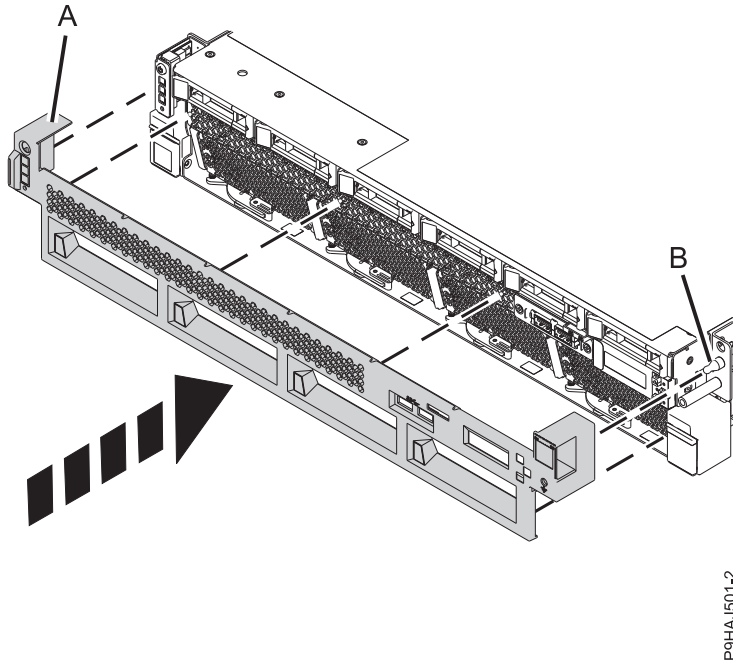

Abbildung 16. Vordere Abdeckung installieren
2. Drücken Sie die Abdeckung **(A)** vorsichtig so weit hinein, bis sie einrastet. An der Abdeckung befinden sich Vertiefungen, an denen Sie sie leichter festhalten können. Verwenden Sie den Ausrichtungsstift **(B)**, um die Abdeckung am System zu befestigen (siehe Abb. 16 auf Seite 32). Drücken Sie auf das Lüftungsgitter über den Lüftern, um die Abdeckung an der Vorderseite zu befestigen.